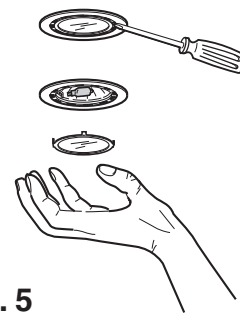

Fig. 5
- Öppna på lamphöljet med hjälp av en skruvmejsel. **Fig. 5.**